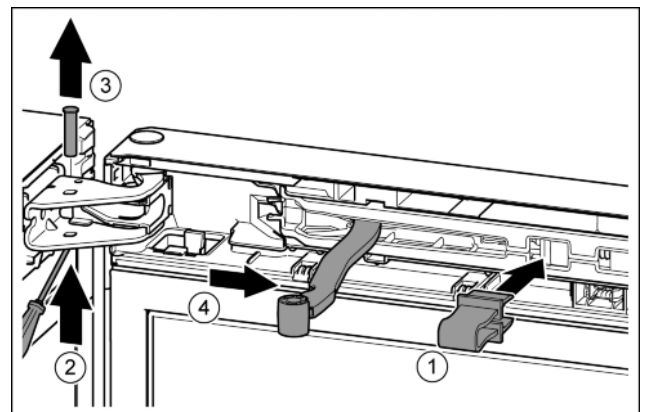

Fig. 10
- Innestare la protezione nell'apertura. *Fig. 10 (1)*
- Con un cacciavite spingere verso l'esterno il perno. *Fig. 10 (2)*
- Estrarre il perno verso l'alto. *Fig. 10 (3)*
- Ruotare lo snodo in direzione della porta. *Fig. 10 (4)*